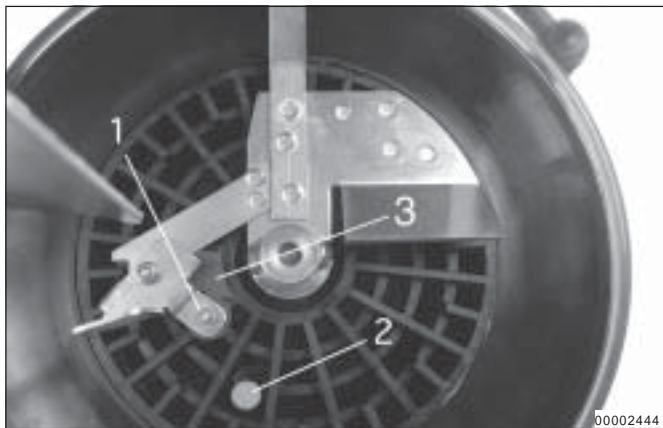

Abb. 17: - Schaltteile der Leermeldung
1) Alle Pos.-Angaben beziehen sich auf Abb. 17)